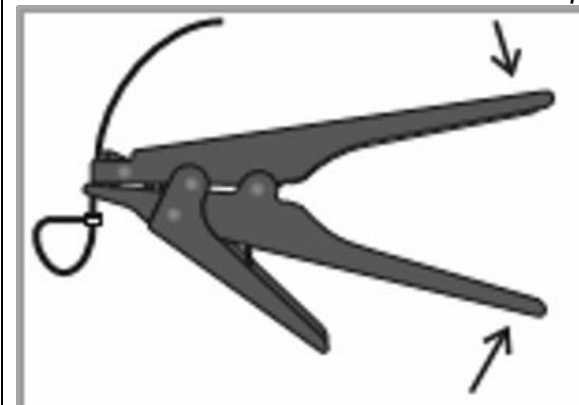

Рисунок 12
**Член бригады** затягивает хомуты ХС-180 с помощью пистолета для стяжки и обрезки кабельных хомутов (ПКХ) на конце жгута СИП и рядом с зажимом (рисунок 1) путем нажатия на рычаги ПКХ (рисунок 12).